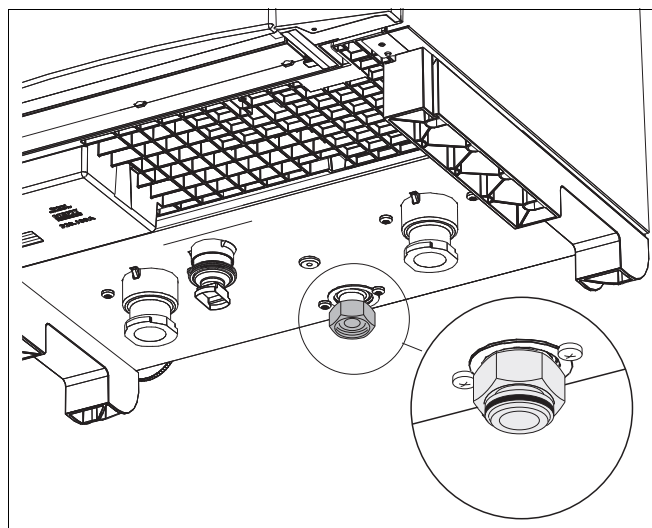

Bild 13 Gummitätning
- Se till att den fabriksförmonterade plana gummitätningen sitter i skruvförbindningen (på pannsidan) (bild 13, **förstoring**).